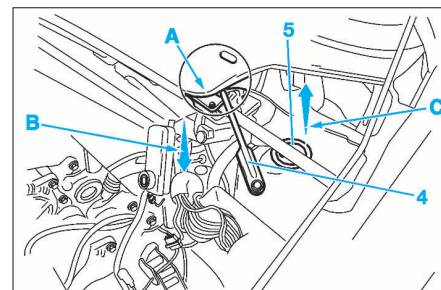
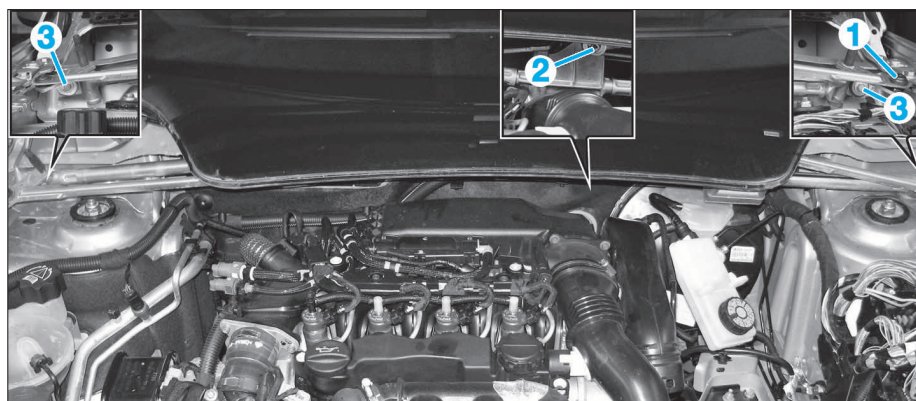

FIG. 16
FIG. 15
- À l'aide d'un tournevis, déclipper la rotule (1) (Fig.15).
- Déposer les vis de fixations latérales (3) et l'écrou central (2) du mécanisme d'essuie-vitre.
Lors des opérations suivantes, veiller à ne pas mettre en contact le pare-brise et la bielle (4) dans la zone (A) (Fig.16).